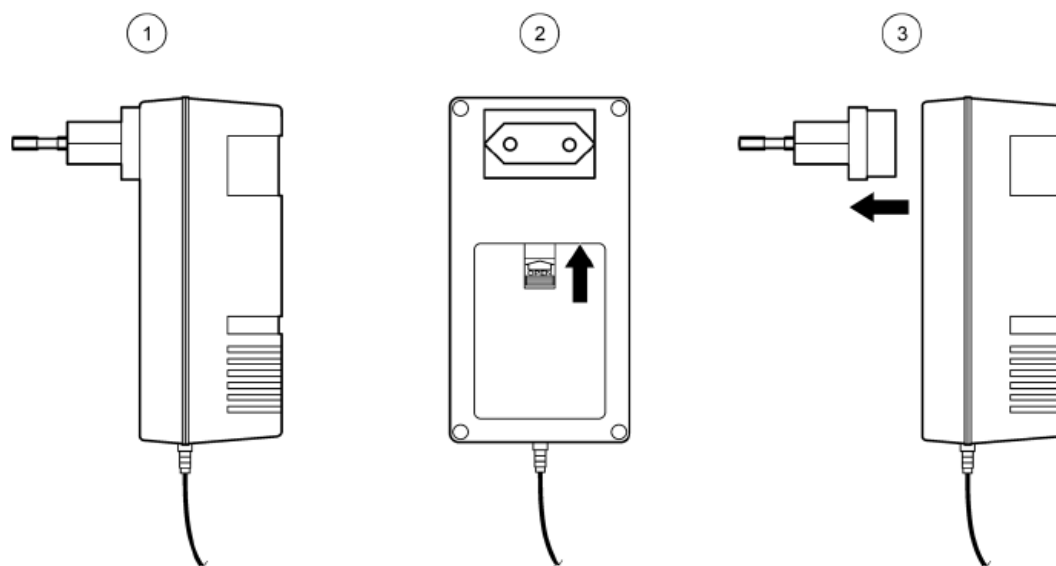

图 3：更换适配器
- 1、将滑动开关（图 3，标号 2）推到充电器的后部，拆下适配器（图 3，标号 3）。